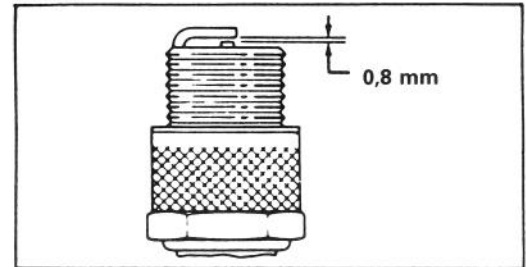

Abb. 17
3. **ZÜNDKERZE MONTIEREN** — Den Elektrodenabstand (Abb. 17) auf 0,8 mm einstellen. Die Kerze montieren und mit ca. 20 Nm anziehen. Falls Sie keinen Drehmomentschlüssel